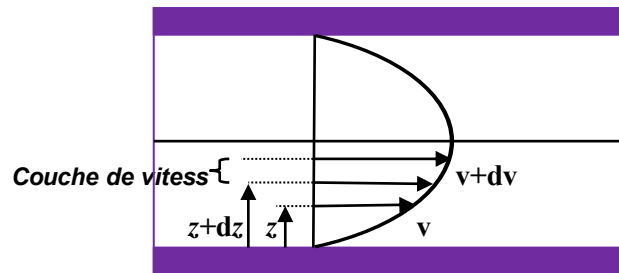

Fig 2.2 Le profil de vitesse.
- ✓ Sous l'effet des forces d'interaction entre les molécules de fluide et des forces d'interaction entre les molécules de fluide et celles de la paroi, chaque molécule de fluide ne s'écoule pas à la même vitesse **Fig 2.2**. On dit qu'il existe un *profil de vitesse*.